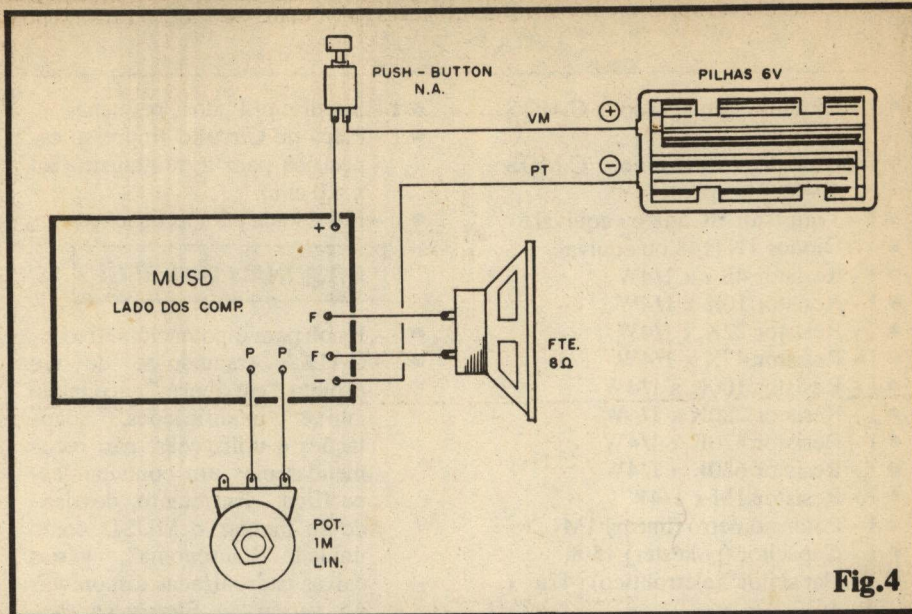

Fig.4
- FIG. 4 - CONEXÕES EXTERNAS À PLACA - Poucas, porém importantes, são as ligações "fora" da placa, todas mostradas com clareza no diagrama (a plaquinha continua vista pela face não cobreada...). Atenção à polaridade da alimentação, lembrando sempre que o fio **vermelho** do suporte de pilhas corresponde ao **positivo**, enquanto que o fio **preto** indica o **negativo**. Observar também as ligações (sem grandes problemas...) do alto-falante e do potenciômetro... Como sempre, recomendamos a utilização de cabagem curta, já que aqueles "fiozões" pendurados pra todo lado, além de enfeiar a montagem, costumam contribuir para problemas de funcionamento, ou ensinar defeitos, rompimentos de conexões, essas coisas...